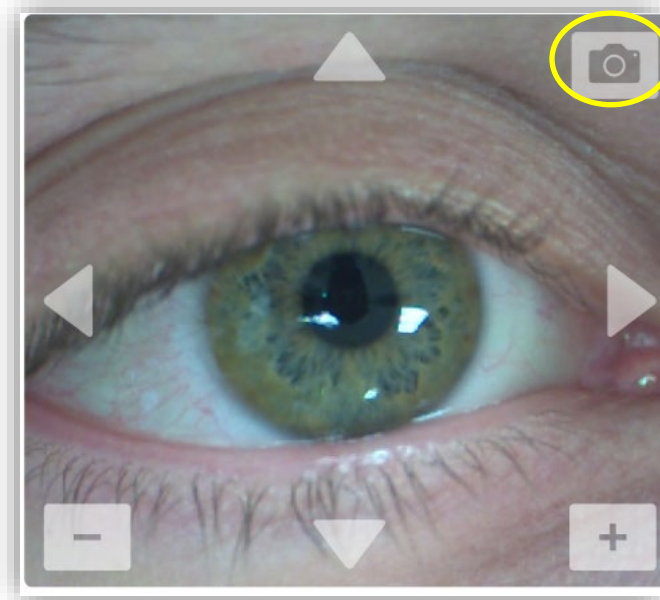

Figura 3-32. Captura de imágenes
- Para capturar una imagen, seleccione el botón de la cámara en la esquina superior derecha de la imagen del ojo, tal como se muestra en la figura 3-32.